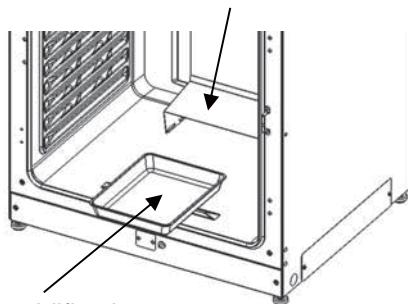

Fig. 1
2. Réglage du bac d'humidification et du couvercle du bac d'humidification (Fig. 1)